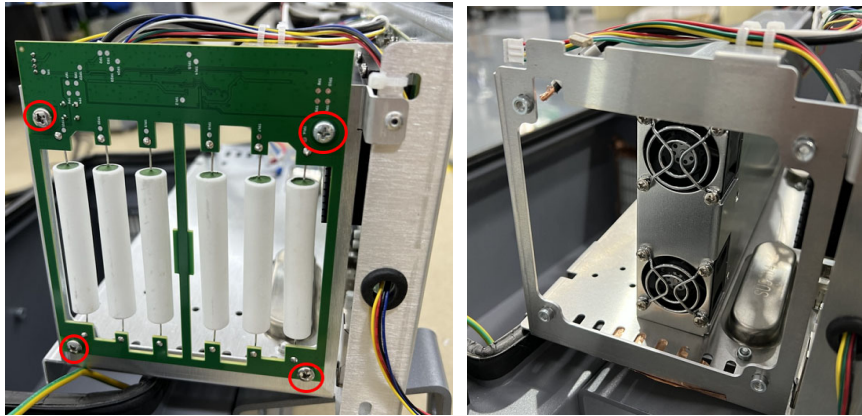

图 3-36 取下刹车板
- 松掉 4 颗十字槽盘头螺钉，取下需要替换的刹车板，如图 3-36 所示：